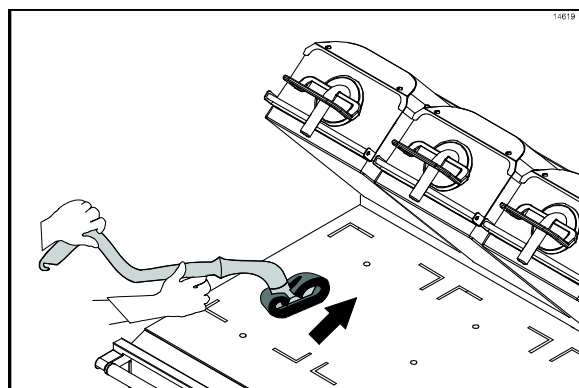

Figure 48
15. Répartir une couche légère de nettoyant pour grill sur toute la surface inférieure du grill, en allant de l'avant vers l'arrière. Laisser le produit reposer sur le grill et se répandre sur toutes les surfaces (Cf. Figure 48).